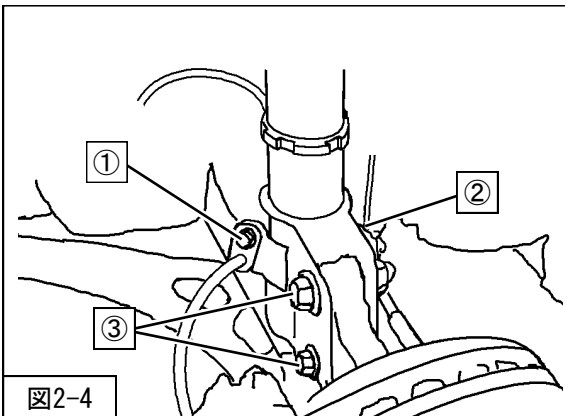

図2-4
3. ③フロントサスペンションASSYロア取付ボルト・ナット (締付トルク : 155N・m) を取付けてください。(図2-4)
4. ②ABSセンサハーネス取付クリップ
①ブレーキホース取付ボルト (締付トルク : 33N・m) を取付けてください。(図2-4)